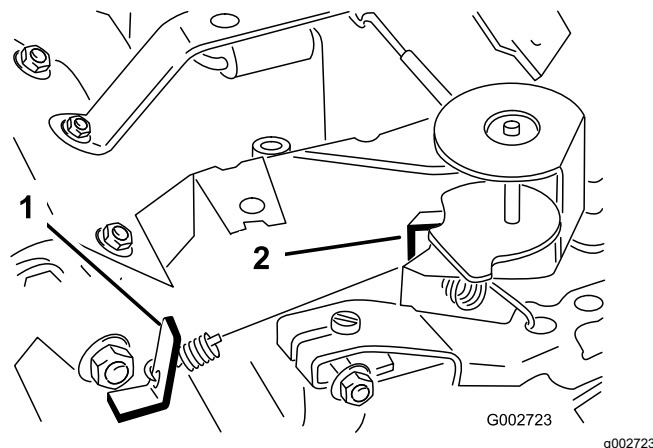

Рисунок 40
3. Отогните язычок пружинодержателя регулируемых оборотов холостого хода (Рисунок 40) так, чтобы получить малую частоту холостого хода в пределах от 1675 до 1175 об/мин.
6. Отогните язычок пружинодержателя высоких оборотов (Рисунок 40) так, чтобы получить высокую частоту вращения 3350–3450 об/мин.